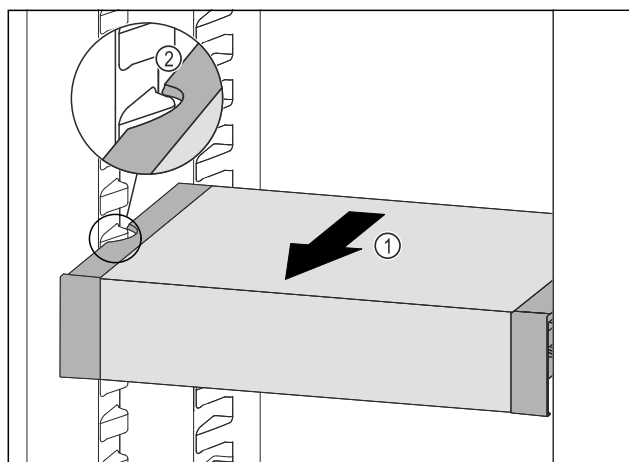

Fig. 88
- ▶ Tirare VarioSafe in avanti Fig. 88 (1) fino a quando le cavità laterali di VarioSafe non si trovano al livello della nervatura del contenitore nel vano frigorifero. Fig. 88 (2)